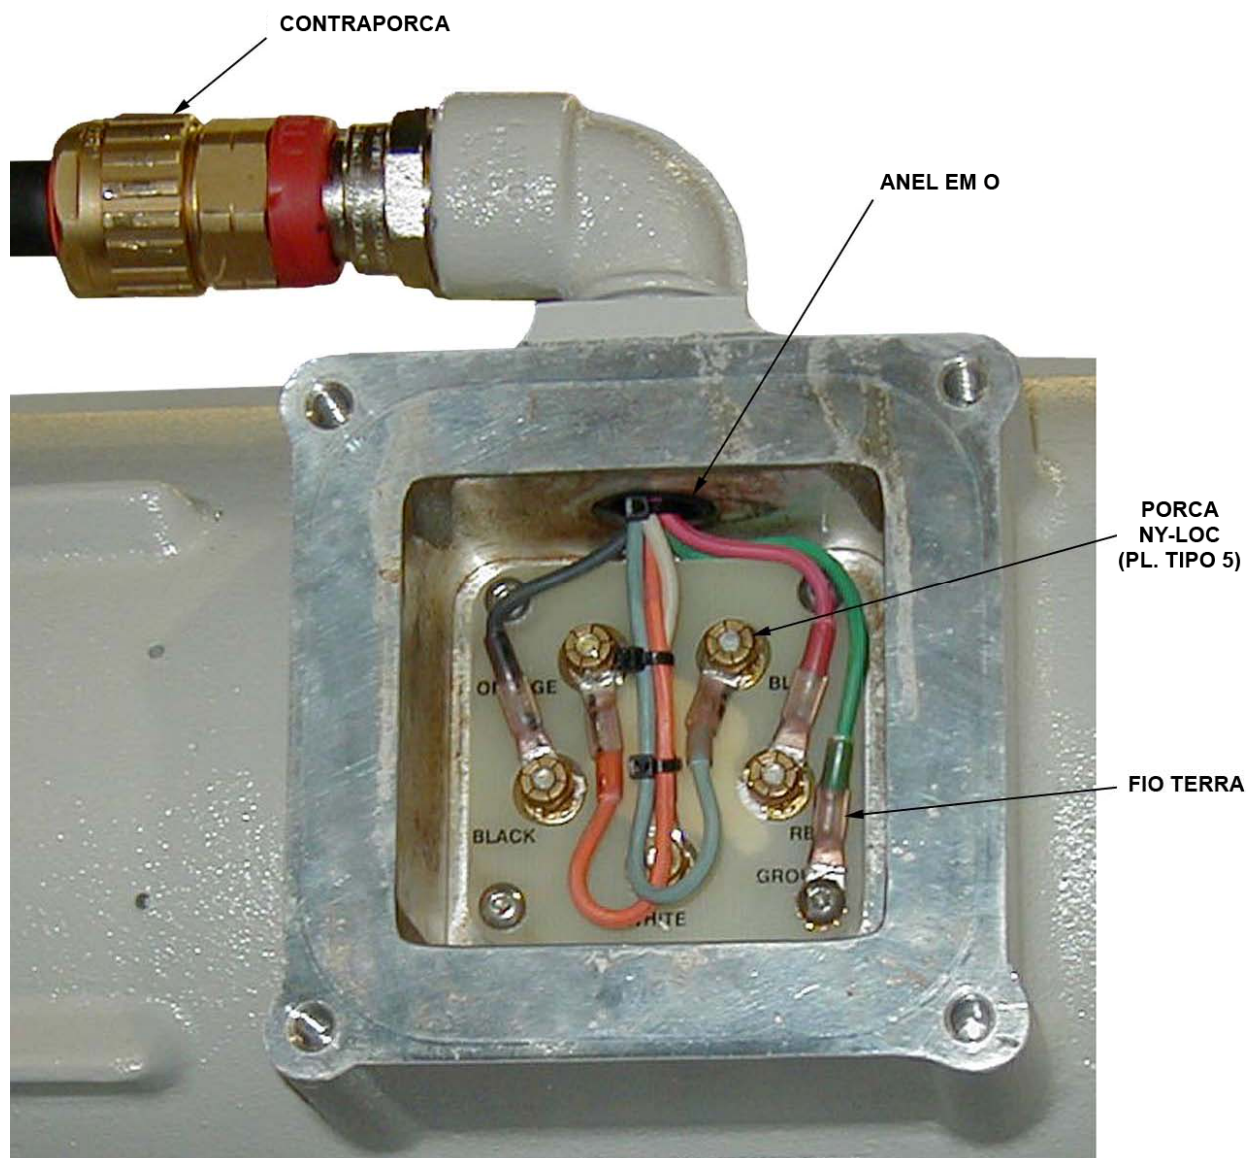

Figura 7-3 Conexões do Cabo do Motor ao Bloco Terminal
2. Insira cuidadosamente os fios através do cotovelo instalado na caixa de distribuição elétrica do motor (Figura 7-3).